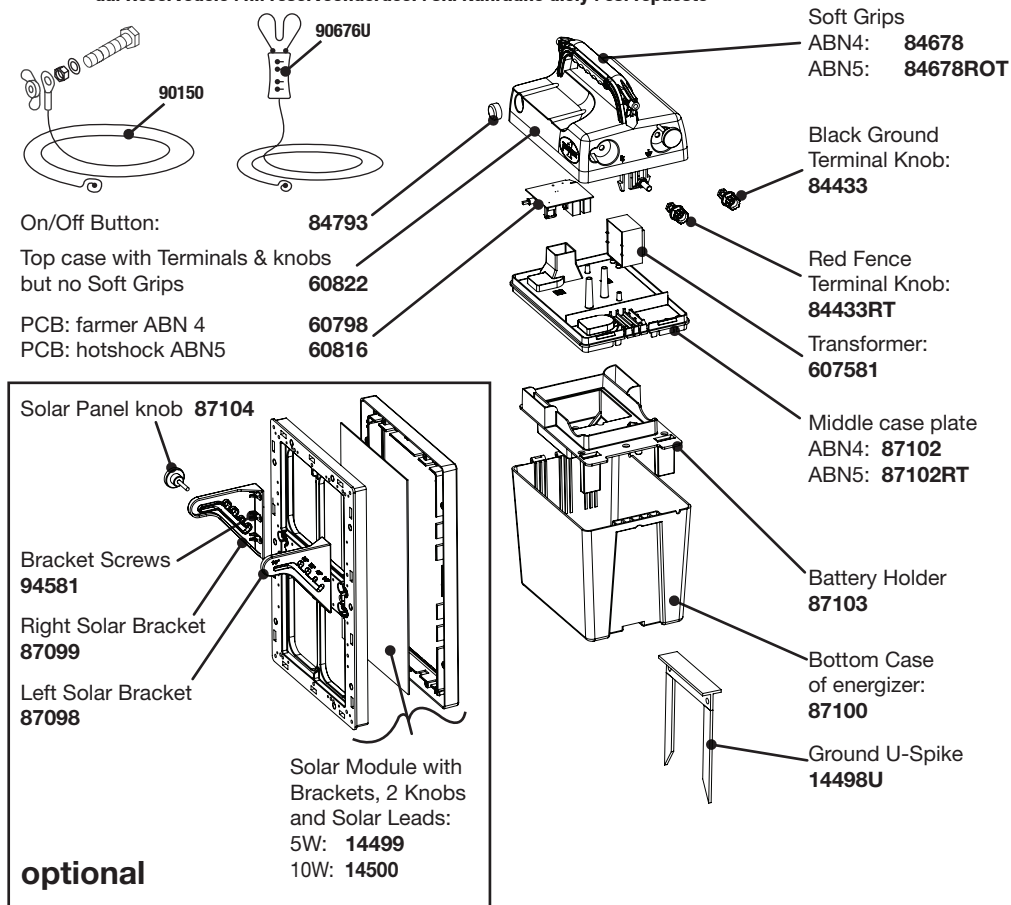

Fig. 2a
A más tardar cuando el acumulador está descargado en un 80% (solo 20% de capacidad de carga) este debe ser recargado para impedir una descarga total. La indicación del acumulador (P.34/FIG 2a/ ①) está encendida:
☞☐☞ ¡Utilice para el servicio en la red de 230V exclusivamente la fuente de alimentación 47PSU0010FEU/UK/US, así como está indicado sobre la placa intermedia en el dispositivo! Tras algunos segundos se escucha un tic-tac uniforme, el dispositivo está en servicio. La indicación de tensión en el vallado (P.34/FIG.2a/ ①) se enciende al ritmo de los impulsos eléctricos. Con la fuente de alimentación se puede cargar con facilidad en servicio paralelo un acumulador de 12V conectado. En caso de interrupción de la alimentación de 230 V el dispositivo se alimenta desde el acumulador.